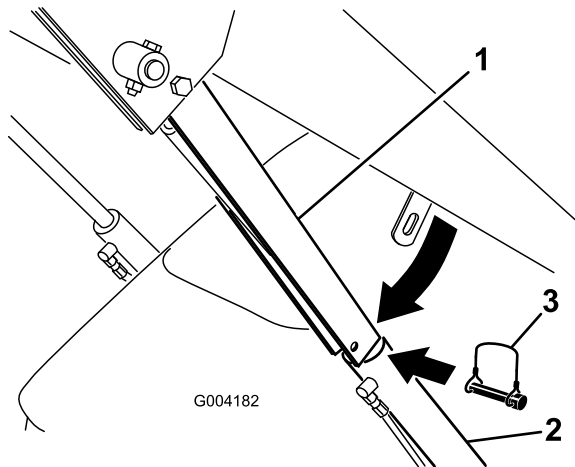

Рисунок 23
4. Извлеките шплинт, который крепит замок гидроцилиндра к стреле погрузчика (Рисунок 23).
5. Опустите замок гидроцилиндра на шток гидроцилиндра и закрепите его при помощи шплинта (Рисунок 23).